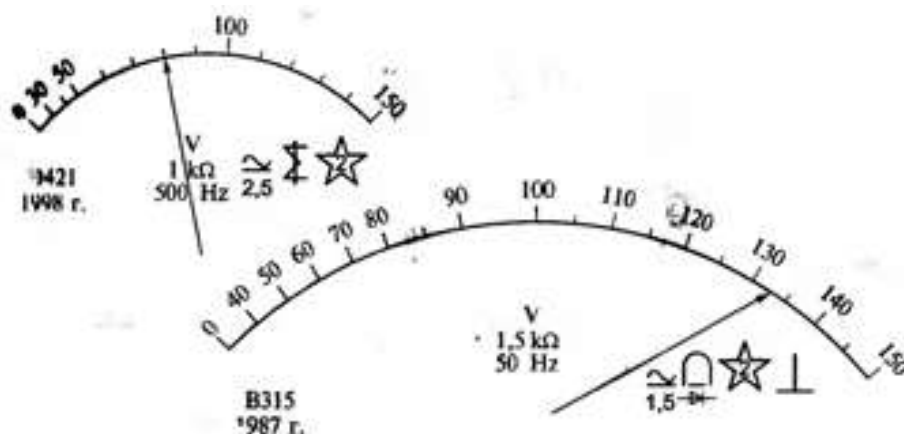

Рисунок 6 – Шкалы электроизмерительных приборов
1. Зарисуйте шкалы приборов (рис. 6).